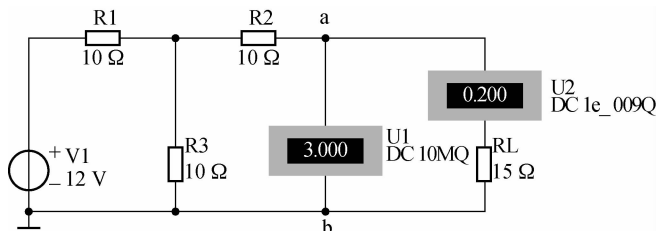

图 2-53 戴维南定理原电路测试
(1) 打开 Multisim 10 仿真实验软件, 建立如图 2-53 所示的实验电路。
(2) 记录 a、b 两端的电压 U_{ab} 和负载电阻 R_L 上流过的电流值 I_{RL} , 并填写在表 2-10 中。
- (2)单击仿真开关,测量电压 U_{ab} 以及电流 I_{RL} 填写在表 2-10 中,并和图 2-53 所示电路的测试结果进行比较。